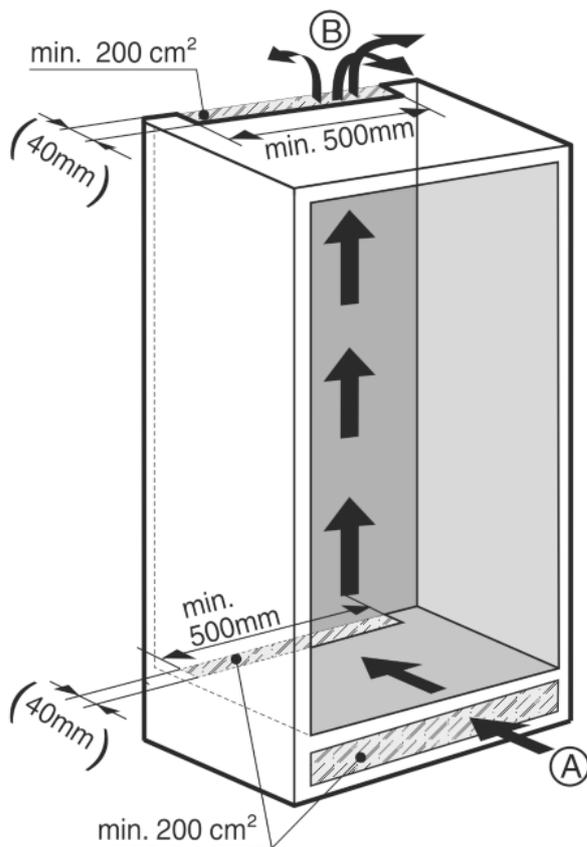

Fig. 3
- Deve essere presente una sezione di aerazione efficace di minimo 200 cm2 per apparecchio nel punto di afflusso dell'aria Fig. 3 (A) e nel punto di deflusso dell'aria Fig. 3 (B).